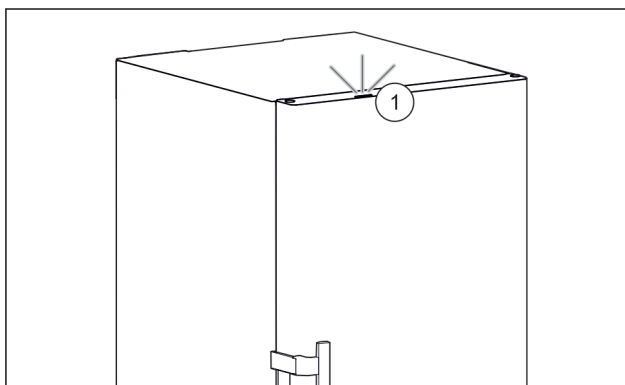

Fig. 41 Aktivt statuslys når døren er lukket
- ▷ Statuslys Fig. 41 (1) er aktivert.